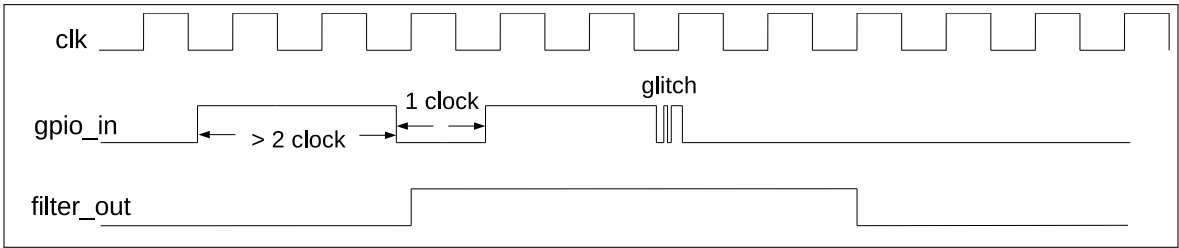

图 19-3. GPIO 输入信号滤波时序图
2. 置位寄存器 `IO_MUX_FILTER_EN` 使能 pad 输入信号滤波，如图 19-3 所示。只有当输入信号的有效宽度大于两个时钟周期时，输入信号才会被采样。否则，输入信号将会被滤掉。